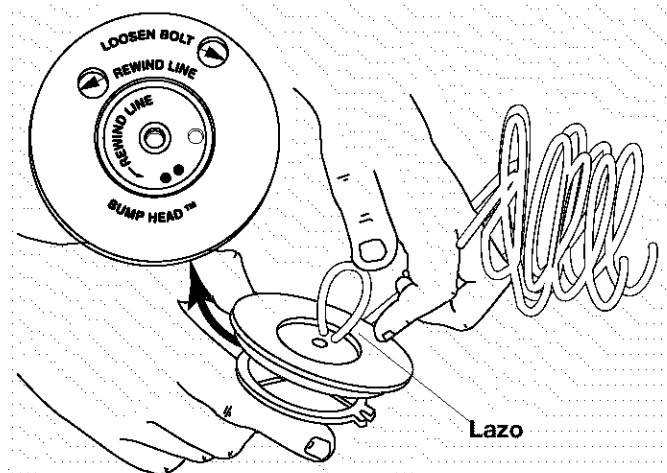

Fig. 31
1. Tome aproximadamente 40 pies (12.2 m) de nueva línea de corte. Enlázela en dos largos iguales. Inserte cada extremo de la línea a través de uno de los dos orificios del carrete. Pase los extremos en forma pareja hasta que el lazo tenga el menor tamaño posible (Fig. 31).